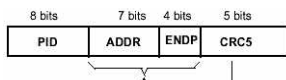

图 1 标记数据包的组成
1. 标记数据包由 PID、ADDR、ENDP 和 CRC5 四个字段组成(图 1)。它因为 PID 字段的不同而分为输入类型(IN)、输出类型(OUT)和设置类型(SETUP)三种。标记数据包处于每一次 USB 传输的 DATA 数据包前面，以指明这次 USB 操作的类型(PID 字段标记)、操作的对象(在 ADDR 和 ENDP 字段中指明)等信息。5bit 的 CRC 校验位用来确保标记数据包的正确性。